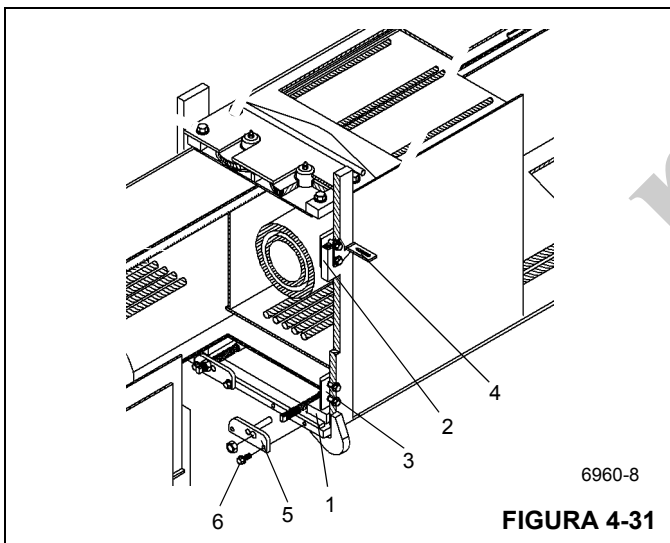

FIGURA 4-31
10. Eleve ligeiramente a parte frontal do conjunto e instale as placas de desgaste frontais inferiores (1) nas cavidades da seção intermediária interna (Figura 4-31).
11. Instale as placas de desgaste laterais superior (2) e inferior (3) da seção intermediária interna com dois parafusos cada. Na lateral esquerda superior, fixe a cantoneira
de montagem (4) com o parafuso da placa de desgaste inferior (Figura 4-31). Calce conforme as instruções.
12. Prenda as placas de fixação do cabo de retração da seção volante (5) na parte frontal da seção intermediária interna com dois parafusos cada (6) (Figura 4-31).